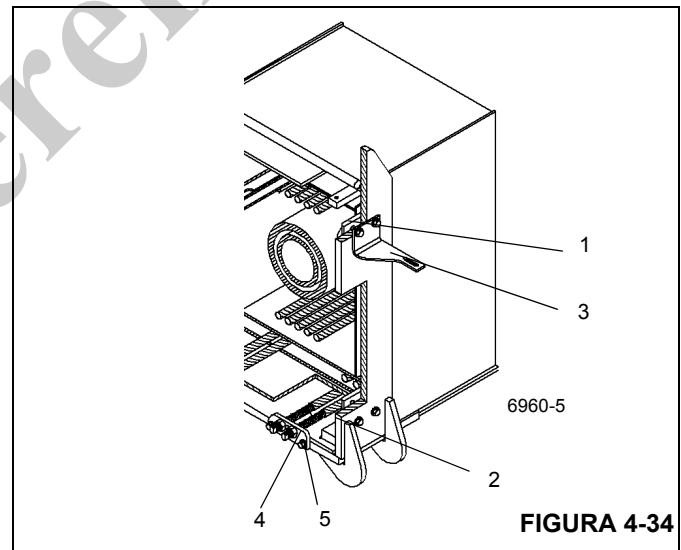

FIGURA 4-34
2. Instale las almohadillas de desgaste laterales superiores (1) e inferiores (2) en la sección de base usando dos tornillos en cada una (Figura 4-34). En la parte superior izquierda, fije la escuadra de montaje (3) con los dos tornillos de almohadilla de desgaste.
3. Fije las placas de anclaje de cables de retracción de la sección central exterior (4) a la parte delantera de la sección de base con dos pernos (5) en cada una (Figura 4-34).